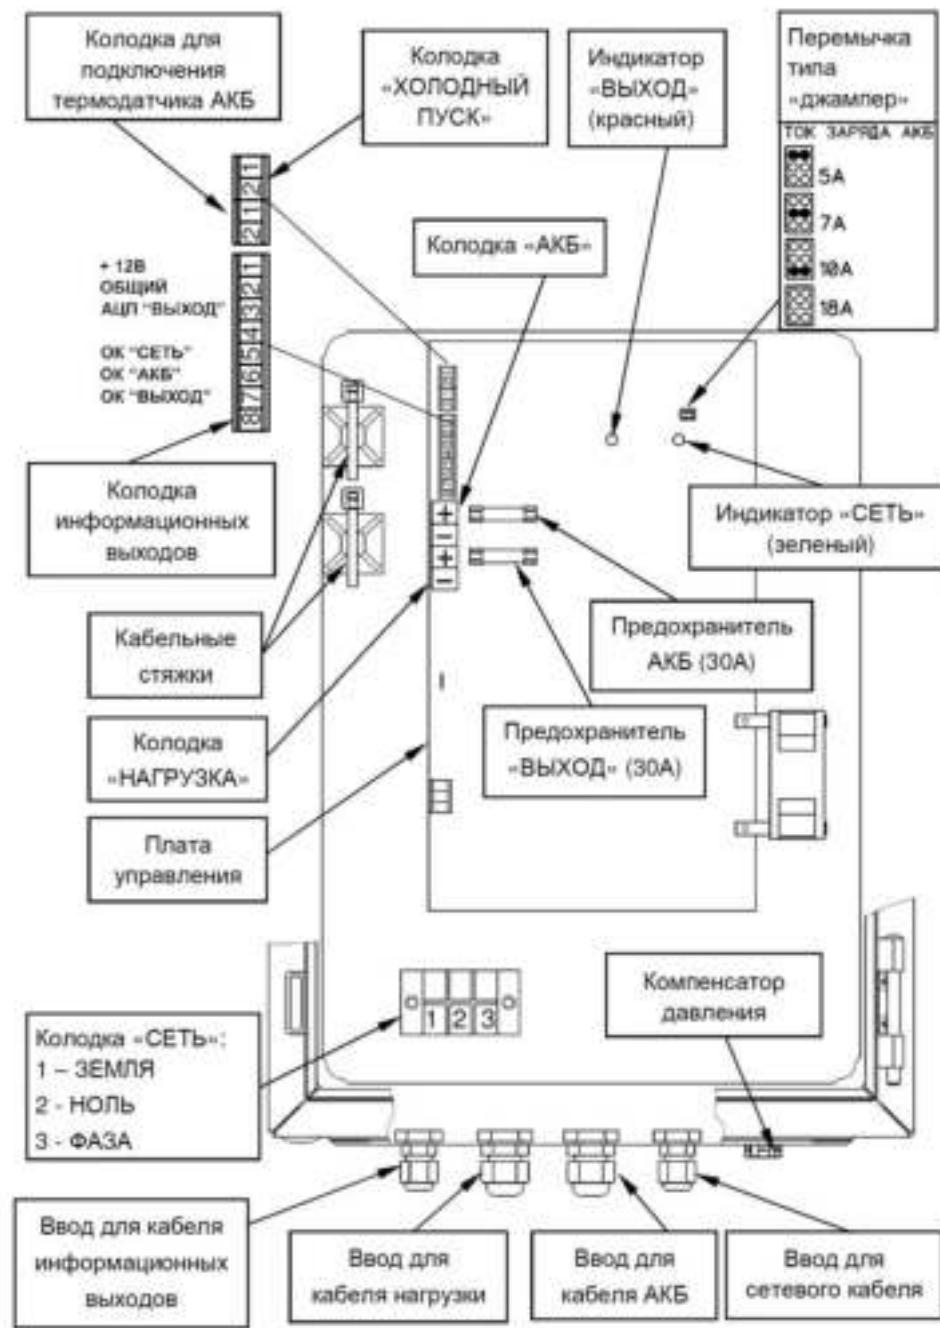

Рисунок 2. Вид изделия с открытой дверцей.
- возможность восстановления работоспособности изделия при подключении исправной и заряженной АКБ и отсутствии напряжения питающей сети («холодный запуск») путем кратковременного замыкания контактов соответствующей колодки (см. рисунок 2);
| 6        | Ограничение тока заряда АКБ (устанавливается перемычкой, см. рисунок 2), А  |   | 18; 10; 7; 5              |
**Изделие обеспечивает ограничение тока заряда АКБ.** Выбор одного из четырех значений ограничения тока заряда АКБ осуществляется установкой/удалением соответствующей перемычки типа «джампер» (см. рисунок 2) в соответствии с рекомендациями таблицы 2.
| Не светится   | Выход «НАГРУЗКА» отключен:- АКБ отсутствует или- напряжение на клеммах АКБ менее 10,5 В, или- неисправен предохранитель АКБ (см. рисунок 2) |